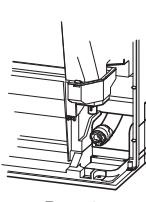

Рис. 4
- При прокладке дренажного трубопровода, убедитесь, что дренажный шланг (1) проложен в соответствии с рисунком. (Рис. 4)